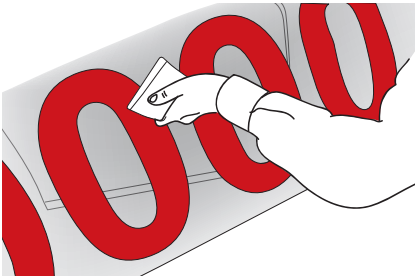

Abbildung 05
- › Beginnen Sie mit der Verklebung der Folie ausschließlich auf ebenen Flächen, und zwar mit einer weichen Raker (wie z. B. MARBLEU), die zuvor mit Filz überzogen wurde. (Abb. 05). Die Raker bildet in etwa einen 45°-Winkel zur Oberfläche und die Verklebung erfolgt von der Mitte zum Rand des Motivs, wobei die Folienränder besonders kräftig zu bearbeiten sind.